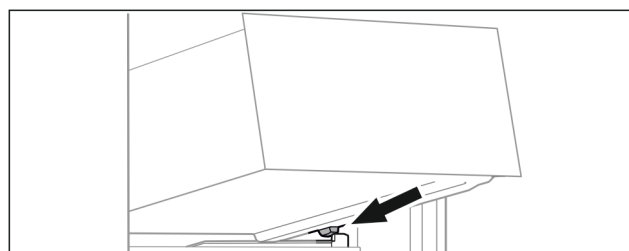

Fig. 17
- Наклоняя вниз, установите выдвижной ящик за стопоры на контейнерное ребро Fig. 17 (1).